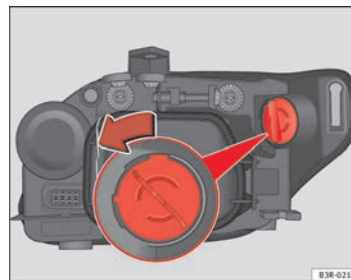

Fig. 217 DRL (feux de jour)
- Tournez le porte-ampoule dans le sens inverse des aiguilles d'une montre en le saisissant par la poignée ⇒ fig. 217. Retirez le support et l'ampoule.